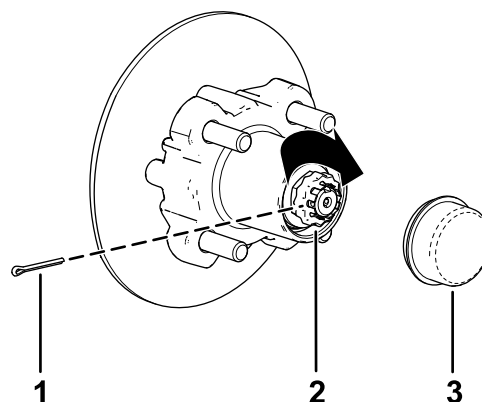

図 36
8. ナットの上からリテーナを取り付け、リテーナのスロットとスピンドルのスロットが整列しているかどうか確かめる 図 36。
9. コッターピンを取り付け、ピンの足をリテーナに巻き付けるように曲げる 図 36。
10. ハブにダストキャップを取り付ける 図 36。